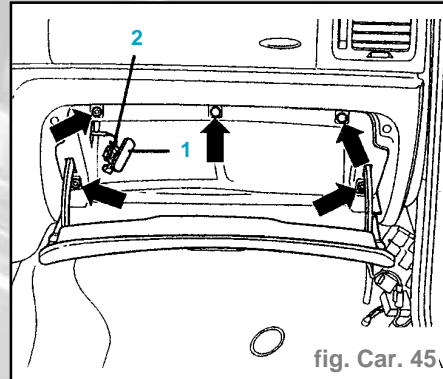

fig. Car. 45
- Dévisser les vis (flèches) (fig. Car. 45).